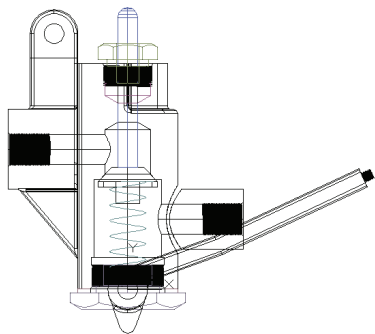

图 11-186 复制手把后的图形
3) 复制手把: 选择菜单栏中的“编辑”→“带基点复制”命令, 选取基点为 (0,0,0), 将“手把”图形复制到“手压阀装配图”的前视图中, 指定的插入点为 (0,0,0), 如图 11-186 所示。